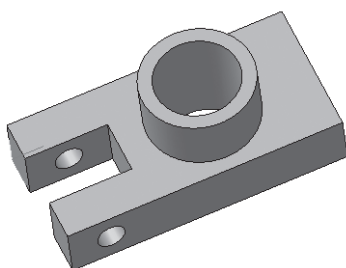

Рис. 308. Деталь. Направляющая
-  – вырежьте выдавливанием **Через все** (рис. 308);